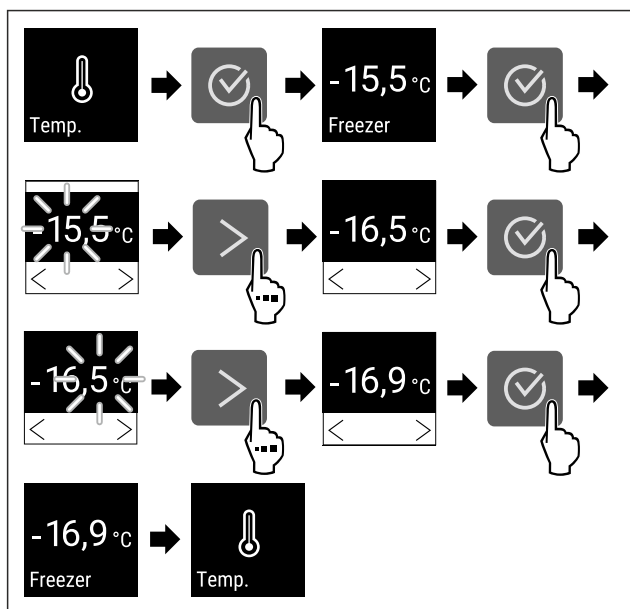

Fig. 66 Zmena teploty z -15,5°C na -16,9°C
- ▶ Vykonať kroky akcie (pozri Fig. 66).